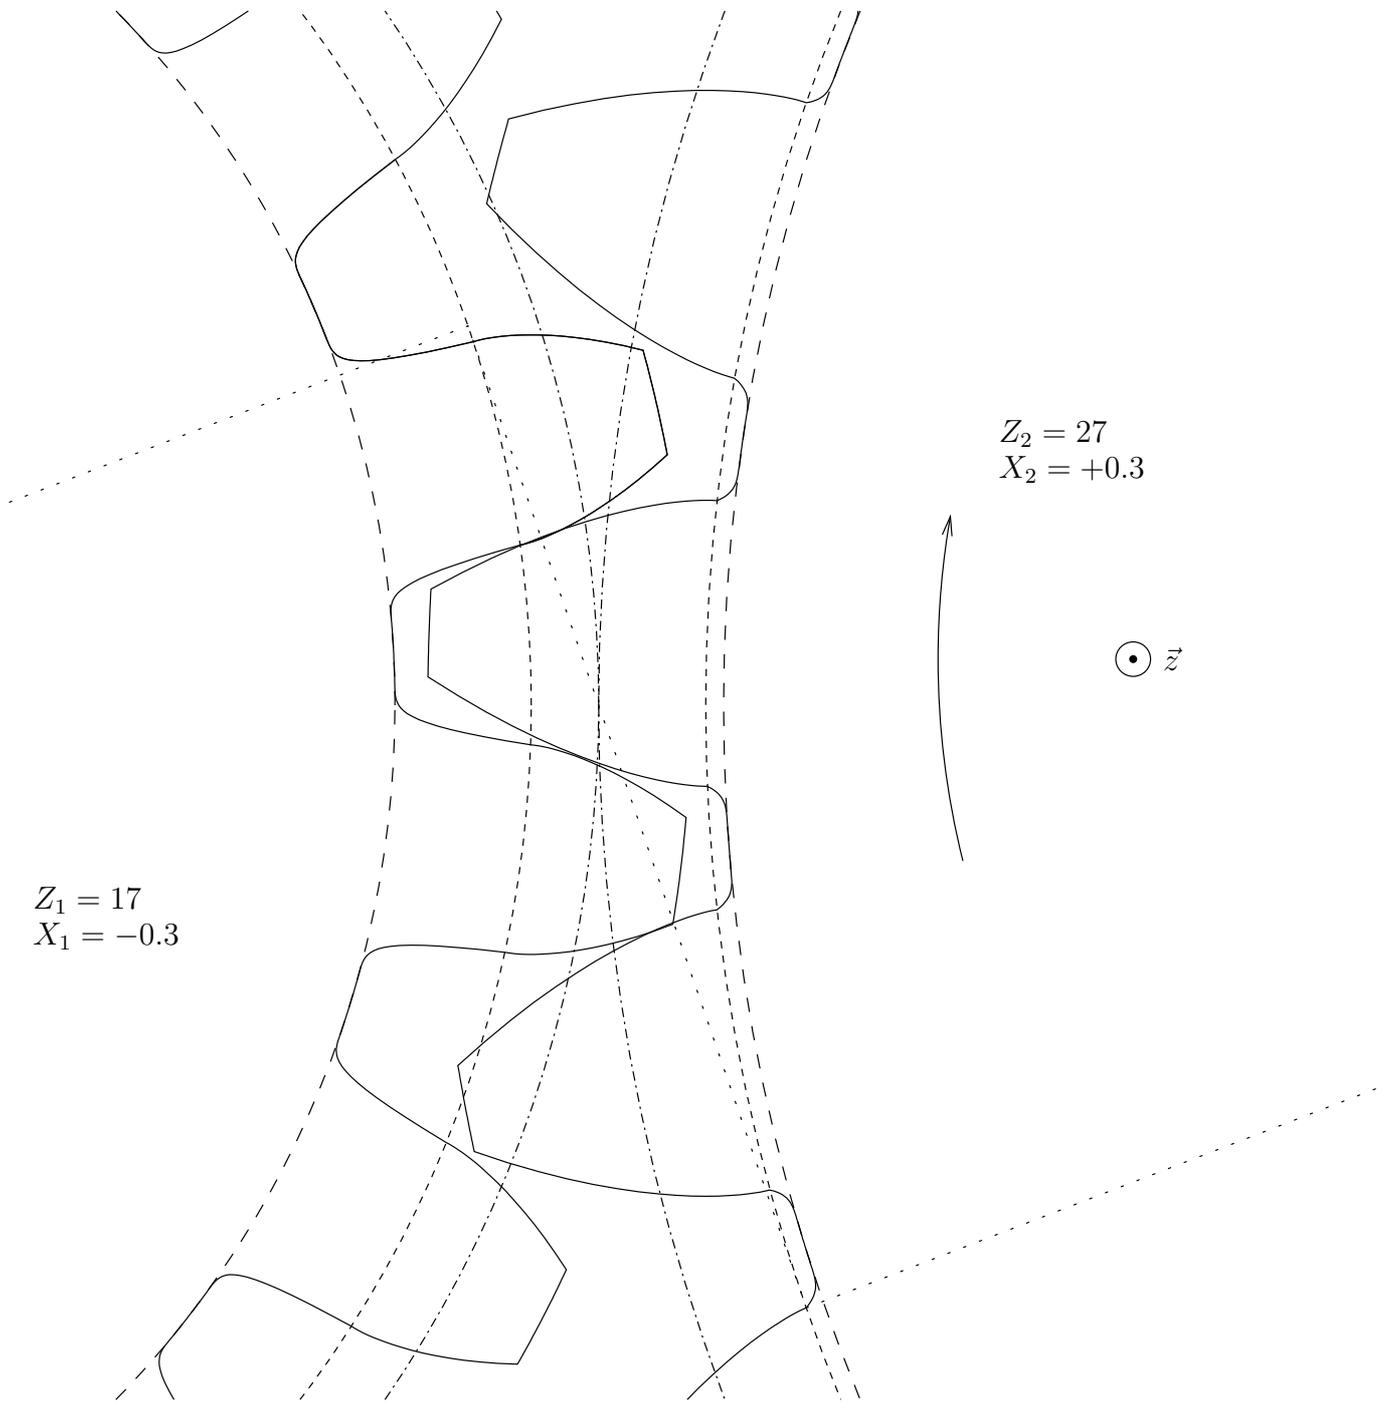

FIG. 2 – Représentation du contact au niveau d'un engrenage (module 2 mm avec déports)
Sur la FIG. 2, le déport de denture de la roue (1) est négatif : $X_1 = -0.3$ et celui de la roue (2) est positif $X_2 = +0.3$: .